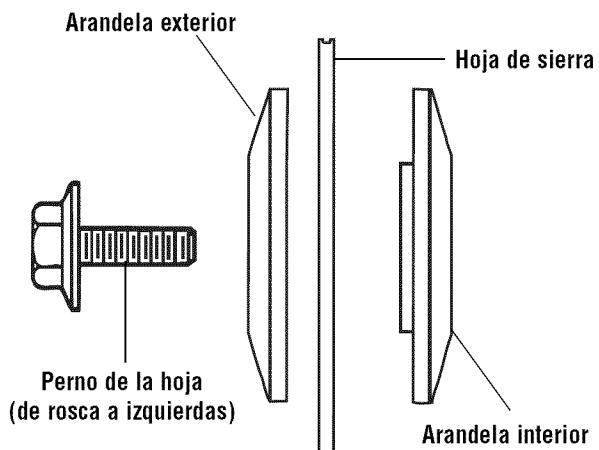

Figura 2. Herrajes de la hoja
- Quite el perno de la hoja, la arandela exterior y la hoja. No es necesario quitar la arandela interior (Figura 2).